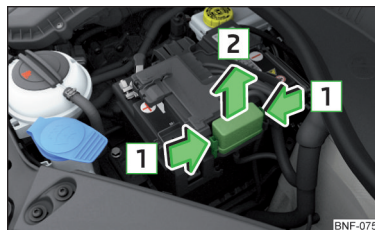

Bild 138
Säkringarna finns under ett lock bredvid bilbatteriet » bild 138.
- Tryck ihop spärrknapparna **1** på locket » bild 138 samtidigt.